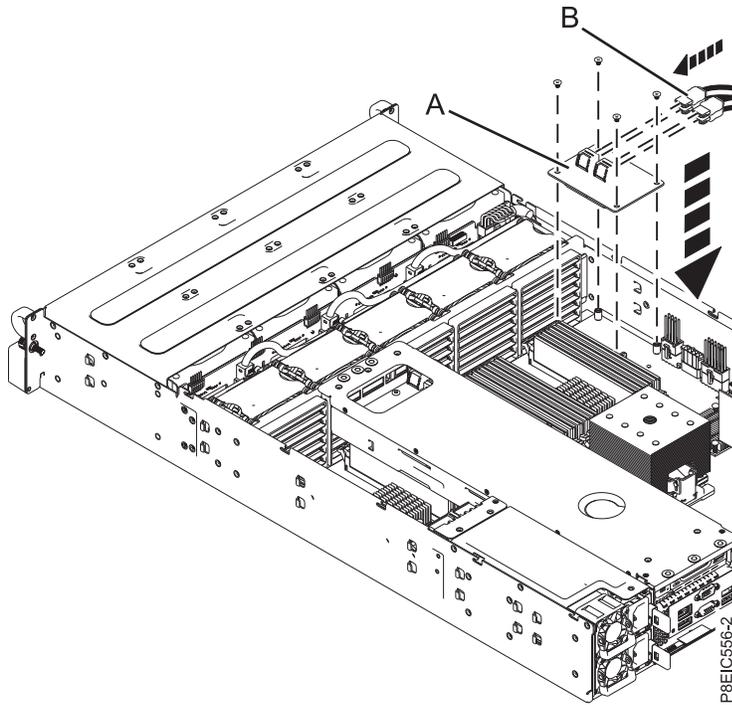

Figura 41. Sustitución de tarjeta intermedia de almacenamiento
2. Instale y apriete los cuatro tornillos que fijan la tarjeta intermedia de almacenamiento en la placa posterior del sistema, tal como se indica en Figura 41 en la página 37.